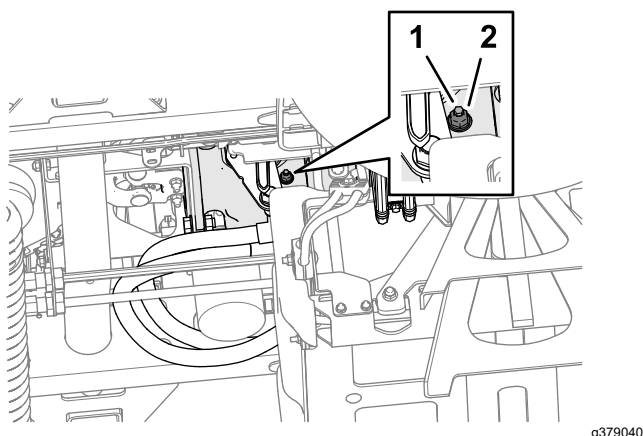

図 106
3. マシンの下側、走行ポンプの右側からアクセスして、ニュートラルリターン調整ねじを固定しているロックナットをゆるめる **図 106**。